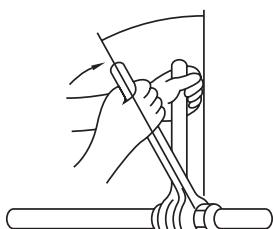

Fig. 5-8
- Uz cauruļu saskares virsmas plānā kārtījā uzklājet dzesēšanas sistēmas eļļu. (Fig. 5-8)